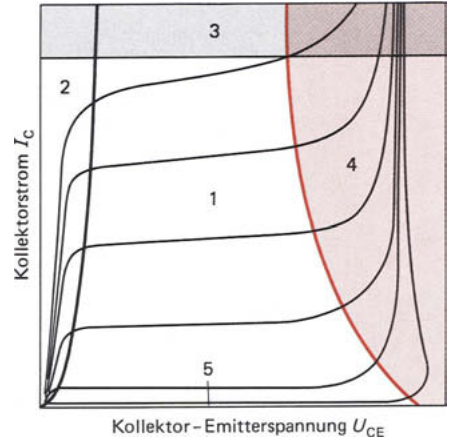

Abbildung 6.14: Arbeitsbereiche des Transistors.
Abbildung 6.14 zeigt die unterschiedlichen Arbeitsbereiche des Transistors: Bereich 1 markiert den aktiven Bereich: Hier arbeitet der Transistor als analoger Verstärker. Mit abnehmender Kollektor-Emitter Spannung nimmt die Stromverstärkung ab, der Transistor kommt in den Übersteuerungsbereich (2). 3